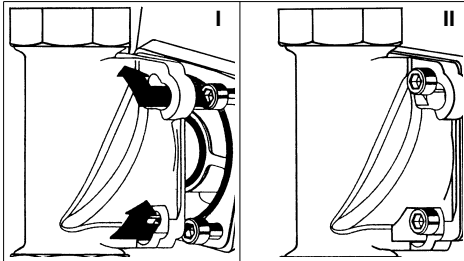

Abb. 6: Einbaudrehflansch mit Bajonett
- Die Wasserenthärtungsanlage so an den mit „G“ gekennzeichneten Flansch des Umgehungsventils ansetzen, dass die Schraubenköpfe durch die Bajonettbohrungen hindurchgehen (siehe Abb. 6 I).
- Die vier Zylinderschrauben M6x130 fest anziehen (siehe Abb. 6 II).